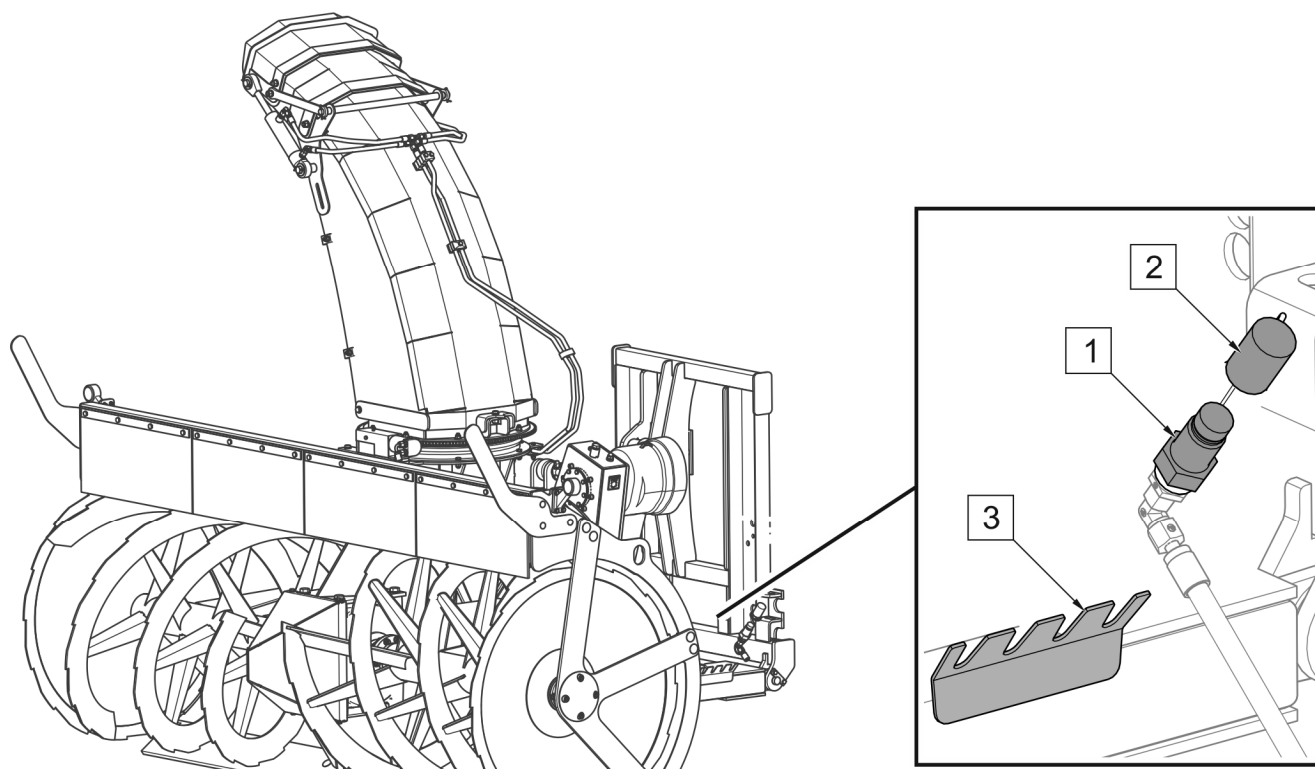

РИСУНОК 4.19 Защита гидравлических разъемов (машина, установленная на передней плите)
- 3) Осторожно отъехать транспортным средством от машины примерно на 30 см, остановить машину и выключить двигатель. Сбросить остаточное давление в гидравлической системе. Отсоединить гидравлические разъемы, закрепить их заглушками и установить в кронштейн на раме снегоочистителя (РИСУНОК 4.19).